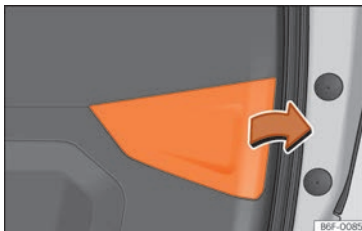

Abb. 109 Geöffnete Heckklappe: Abdeckung entfernen.
3. Nehmen Sie die Abdeckung der Heckklappe in Pfeilrichtung ab »» **Abb. 109**.